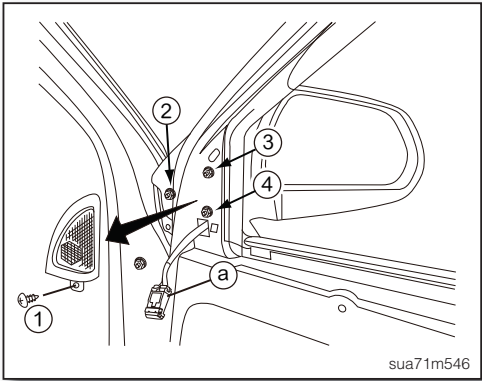

图3
2. 拆下前门高音喇叭固定螺丝①，接着取下前门高音喇叭(如图3)。
3. 拆开右车门后视镜线束接头Ⓐ(如图3)。
6. 拆下右车门后视镜固定螺母③、④(如图3)。